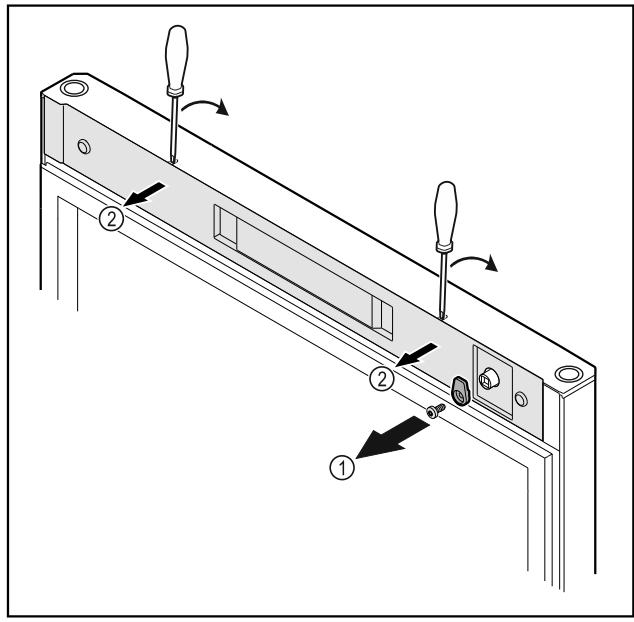

Fig. 9
► Schließhaken Fig. 9 (1) abschrauben.
► Abdeckung Fig. 9 (2) mit einem kleinen Schraubendreher ausrasten und abnehmen.